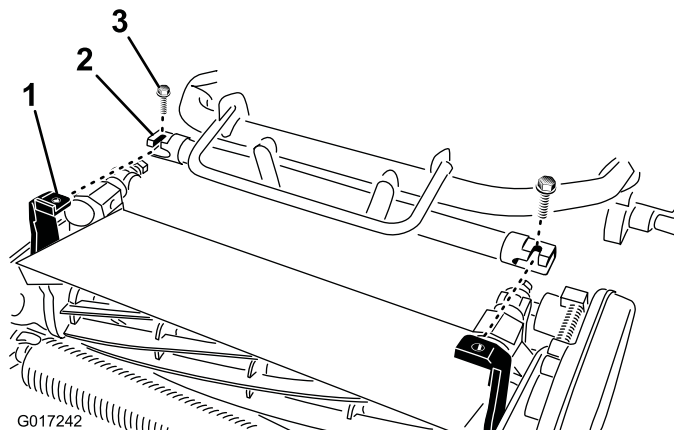

图5
4. 向前推动主机框架（图5），直至其与滚刀组旋转臂完全接合。
5. 使用 2 颗 0.95 x 1.90cm 螺栓将主机框架固定到滚刀组旋转臂上（图5）。